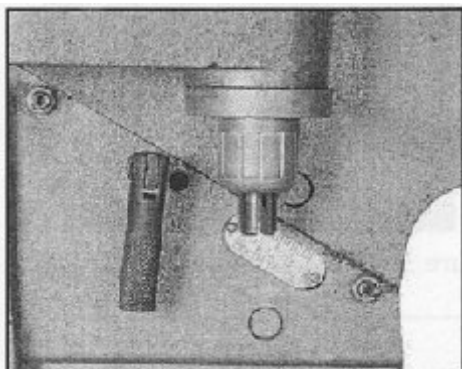

Рисунок 4. Корпус пружины
1. На конце поворотной оси ограждения режущей головки сделан паз. Данный паз подгоняется под выступ на конце пружины, расположенной в корпусе пружины. См. рисунок 4. Найдите осевое отверстие, чтобы понять, где расположен выступ.